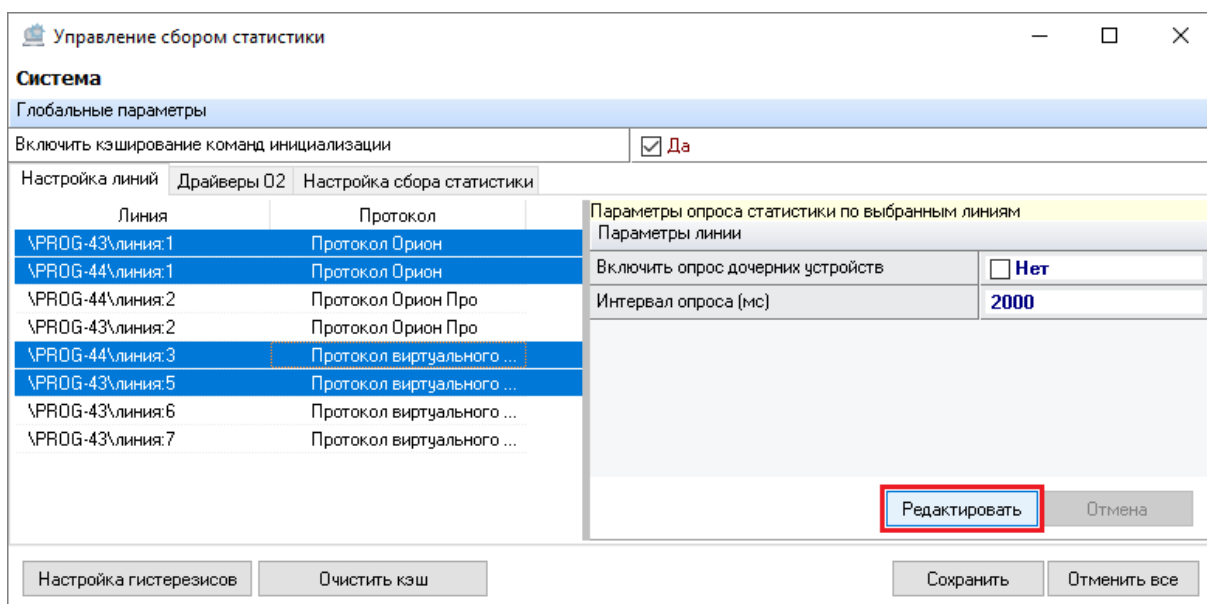

Рисунок 6-214 Переход к редактированию параметров опроса статистики для выбранных линий
- 2) нажмите кнопку «Редактировать» в области «Параметры опроса статистики выбранных линий» (см. Рисунок 6-214) для перехода в режим редактирования параметров опроса статистики для выбранных линий;